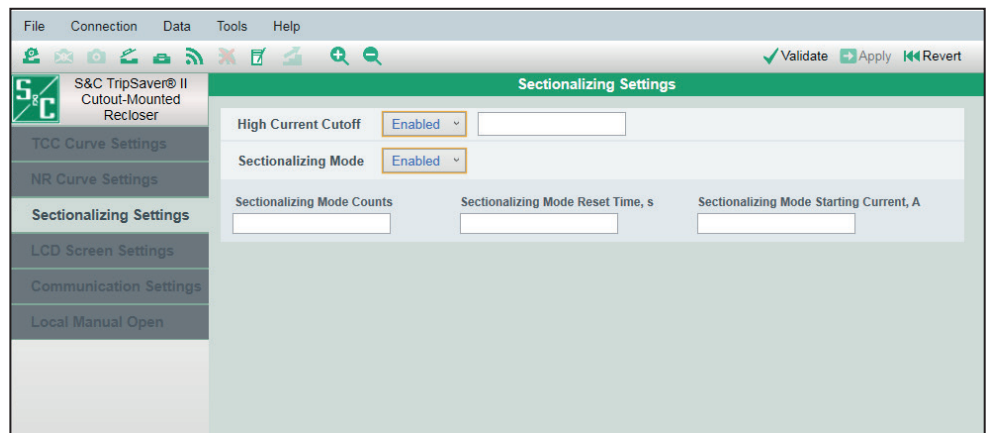

Figura 106. Pantalla de Sectionalizing Settings (Ajustes de Seccionamiento).
El TripSaver II presenta un modo de **Sectionalizing (Seccionamiento)** en ambos modelos, con capacidades de 4 kA y 6.3 kA. Cuando está habilitado, el reconectador TripSaver II comenzará su función de protección secundaria, la función de **Sectionalizing (Seccionamiento)**, sobre un rango de corrientes de falla especificado por el usuario, cuando el interruptor de circuito o reconectador del lado de la fuente por cualquier razón se dispara más rápido que la protección de sobrecorriente TCC del TripSaver II. Contará el número de operaciones del interruptor de circuito o reconectador del lado de la fuente y se abrirá después de un número de cuentas especificado por el usuario. La pantalla de *Sectionalizing Settings (Ajustes de Seccionamiento)* se muestra en la Figura 106.
**High Current Cutoff (Corte de Alta Corriente)** es un ajuste global que aplica para todas las curvas TCC seleccionadas. Una vez habilitados, los elementos de sobrecorriente para todas las curvas TCC no temporizarán y se dispararán en corriente de falla sobre el valor ingresado. La protección será proporcionada por el reconectador de aguas arriba. Ver Figura 106 en la página 73.
**Sectionalizing Mode (Modo de Seccionamiento).** Seleccione del menú desplegable **Enabled (Habilitado)** o **Disabled (Deshabilitado)** en la opción **Sectionalizing Mode**. Ver la Figura 106 en la página 73. **Nota:** Si alterna esta selección en cualquier momento cuando esté configurando los ajustes de seccionamiento, todos los datos ingresados para los ajustes de seccionamiento se borrarán.